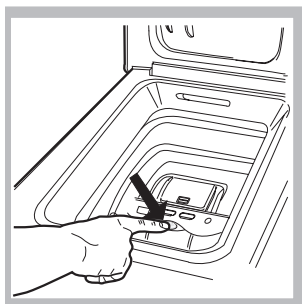

Fig. 2
2. Если пол недостаточно ровный, следует выровнять положение машины, вкручивая или выкручивая ее передние ножки (см. рис. 2); угол отклонения от горизонтали верхней крышки корпуса машины не должен превышать 2°.
Нажмите кнопку, показанную на рис. 2, крышка барабана плавно откроется.